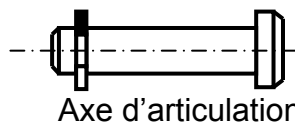

Figure.4
4.2- La liaison pivot de la pièce 2 et le piston 10 en utilisant l'axe d'articulation **Figure.4**. (/1,5 pts)